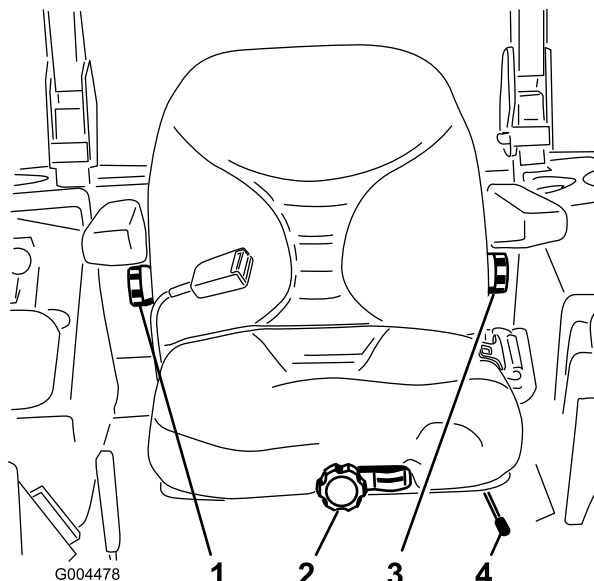

Bild 31
1. Wenn Sie den Sitz verstellen möchten, bewegen Sie den Hebel zum Entriegeln des Sitzes zur Seite (Bild 31).
Setzen Sie sich nicht auf den Sitz und drehen Sie das Handrad zum Verstellen an der Vorderseite solange, bis der gewünschte Komfort erreicht ist (Bild 31).
Drehen Sie zum Verstellen das Handrad unter der rechten Armlehne solange in eine Richtung, bis der gewünschte Komfort erreicht ist (Bild 31).
Drehen Sie zum Verstellen das Handrad unter der linken Armlehne solange in eine Richtung, bis der gewünschte Komfort erreicht ist (Bild 31).